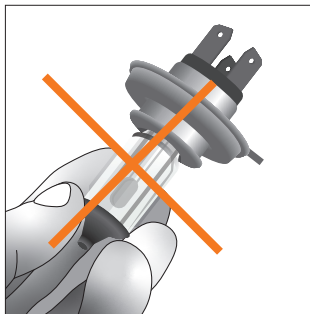

Рис. 86. Замена лампы
**Все работы по установке галогеновой лампы проводите в перчатках во избежание оставления следов на колбе лампы (рис. 86).**